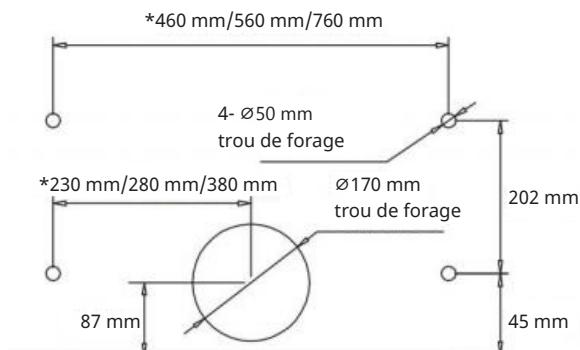

Figure 2
- Percez 4 trous de Ø5 mm et un trou de Ø170 mm dans le fond du placard suspendu comme illustré sur les figures 2 et 3.